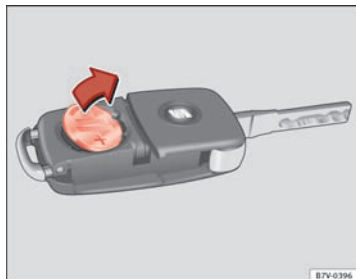

Fig. 16 Bilnøgle: Sådan tages batteriet ud.
- Vip batteriet ud af batterirummet med en egnet, tynd genstand ⇒ Fig. 16.
- Sæt et nyt batteri i som vist på billedet ⇒ Fig. 16, og tryk det ind i batterirummet mod pilens retning ⇒ ②.